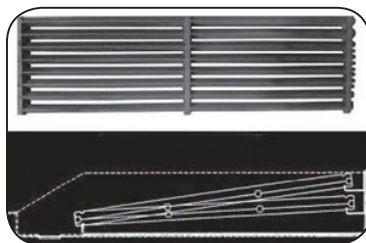

Fig. 3b
2. Coloque las rejillas de cocción superiores con las barras de la rejilla en ángulo hacia la parte delantera, como se muestra en la Fig. 3b. O bien, coloque las barras de la rejilla planas, no en ángulo para cocinar.